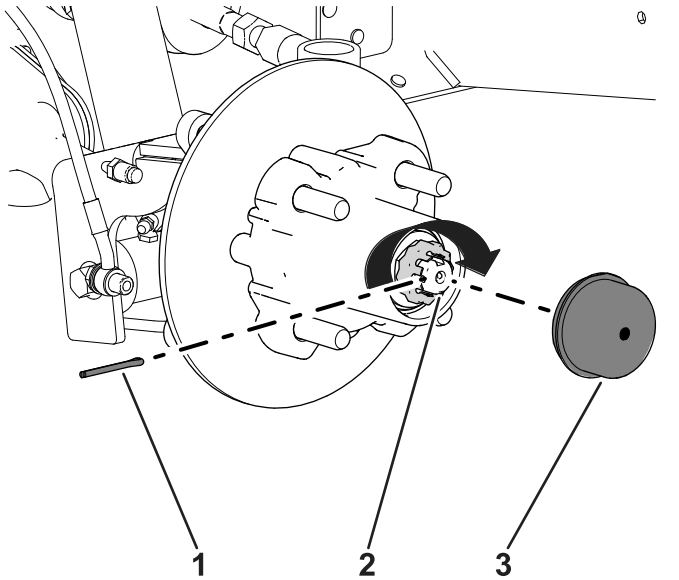

Figura 40
8. Coloque el retén sobre la tuerca y compruebe la alineación de la ranura del retenedor y el orificio de la chaveta del eje (Figura 40).
9. Instale la chaveta y doble las patas alrededor del retén (Figura 40).
10. Instale el tapón guardapolvo sobre el cubo (Figura 40).